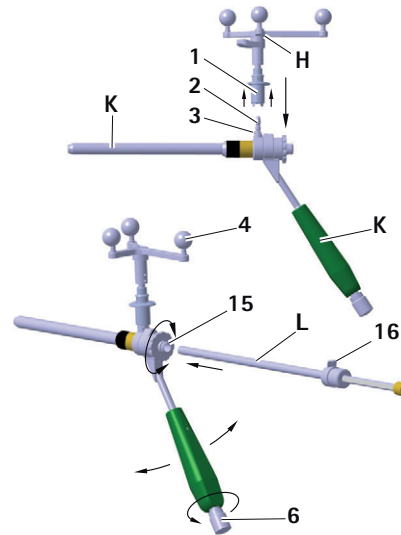

Fig. 12 Montagem da unidade em estrela Aesculap na bucha de guia S⁴C;
- ▶ Para garantir uma vista ilimitada da câmara sobre as esferas de marcação refletoras, desapertar a maçaneta **6** no punho **S°C** da bucha de guia **S°C K** e rodar a unidade em estrela Aesculap **H** para a posição desejada, ver Fig. 12.
A manga porta-broca interna engata na bucha interna, mantendo-se orientável, ver Fig. 12.